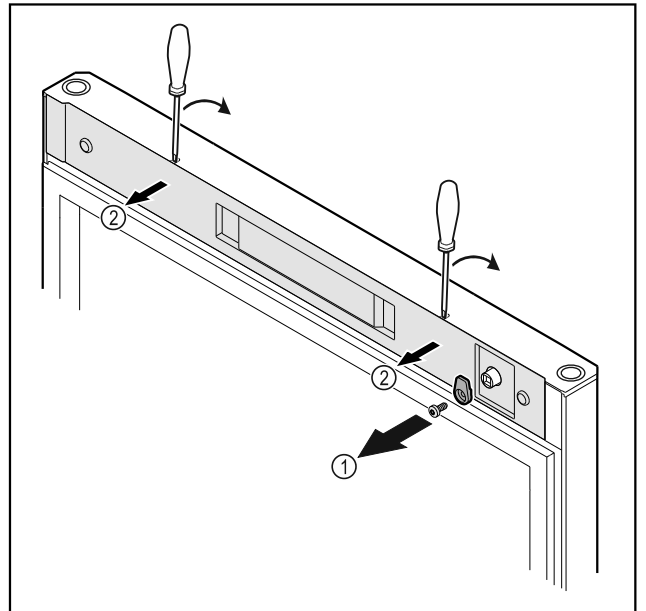

Fig. 16
- ▶ Skru av lukketappen Fig. 16 (1).
- ▶ Vipp dekselet Fig. 16 (2) ut av stilling med en liten skruetrekker, og ta det av.